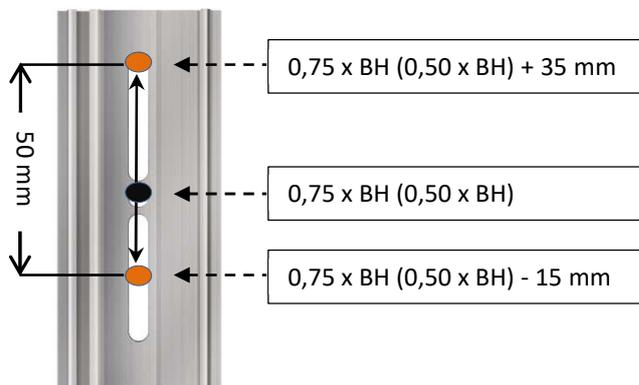
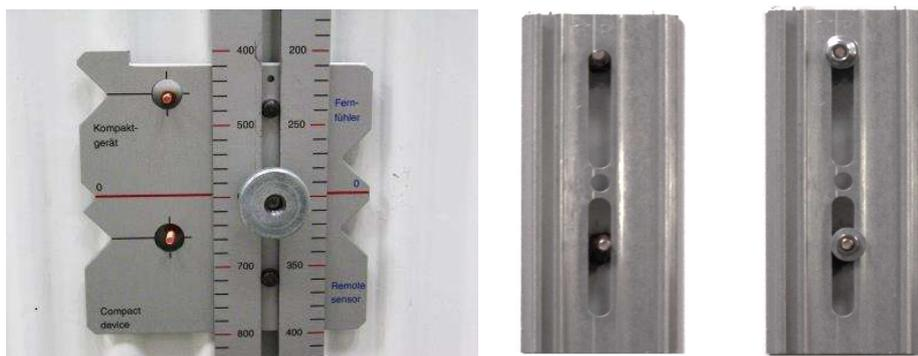

Abbildung 8: Schweißbolzenabstände
Abbildung 9: Abstand Schweißbolzen mit Montagelehre und Befestigung des Alu-Wärmeleiters
Um bereits vor der finalen Befestigung des Alu-Wärmeleiters die korrekte Montageposition zu gewährleisten, wird empfohlen, bei der Schweißmontage den oberen Gewindebolzen in einer Höhe von **0,75 x Bauhöhe (BH) Heizkörper + 35 mm** bzw. bei Bauhöhe kleiner (<) 410 mm in Höhe von **0,50 X Bauhöhe (BH) Heizkörper + 35 mm** nach oben versetzt zu befestigen. Dadurch kann der Alu-Wärmeleiter auf den oberen Schweißbolzen aufgelegt werden (kein Verrutschen!) und hat damit bereits vor der finalen Befestigung mit der Sperrmutter bzw. der Schaftmutter die richtige Position (siehe Abbildung 9). Der Bolzenabstand zwischen oberen und unteren Schweißbolzen beträgt **50 mm**. Damit hat der untere Schweißbolzen einen Abstand, bezogen auf die mittlere Zentriermarkierung, von **-15 mm** (siehe Abbildung 8).